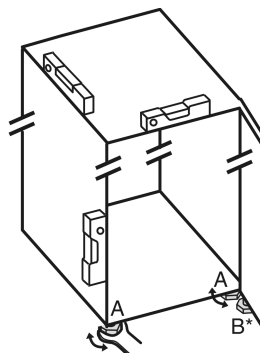

Fig. 5
- Seřizovací nožky Fig. 5 (A) vyšroubujte pomocí přiloženého vidlicového klíče a pomocí vodováhy, dokud nebude spotřebič pevně vyrovnaný.
► Seřizovací nožku Fig. 5 (B) na stojanu ložiska vytáchejte pomocí přiloženého vidlicového klíče, až dosedne na zem.
► Seřizovací nožku Fig. 5 (B) otáchejte dál o 90°.